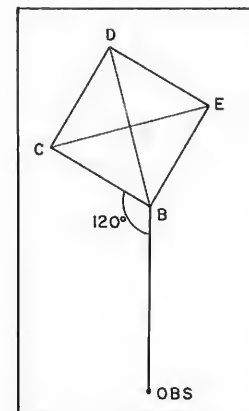

Figura 3 - Vista superior da pirâmide com posição do observador
Vamos supor também que o observador esteja na posição indicada na figura 3, e esteja vendo a pirâmide a uma altura de 30 (H).